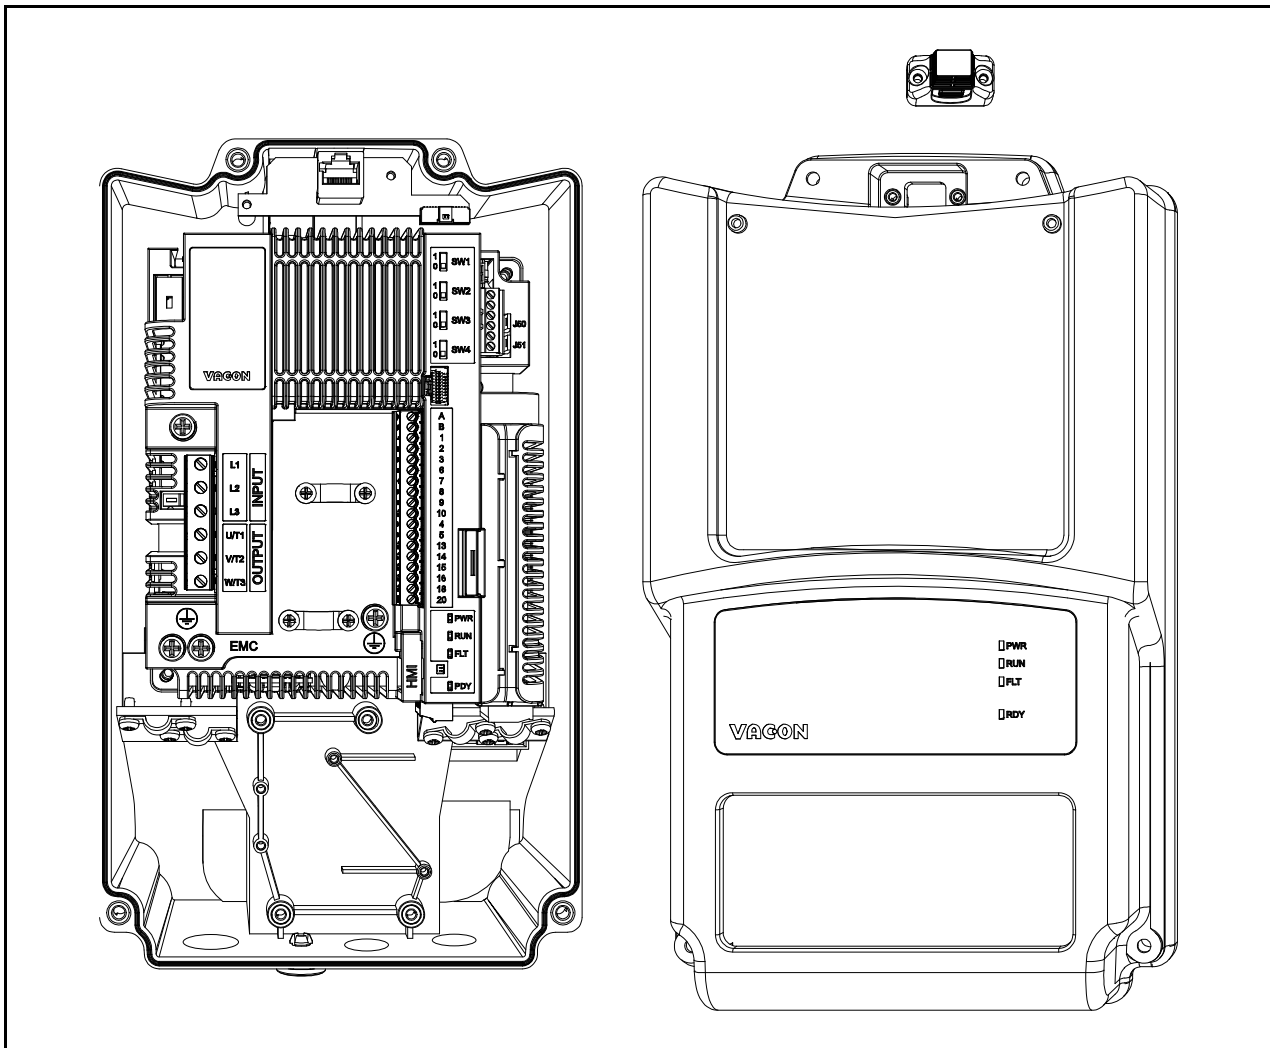

Figura 63. Coperchio aperto (esempio MU2 versione trifase).
- Rimuovere il coperchio dall'inverter. Si veda la Figura 63.